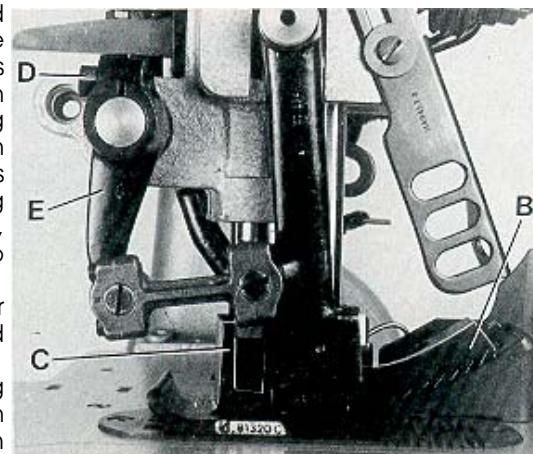

Fig.21
Assemble the upper feed dog (B, Fig. 21) and the presser foot (C). The upper feed dog (B) should not push against the front or rear end when moving in the slots of presser foot (C).
For setting the upper feed dog with respect to the slot ends in the presser foot and the tooth spaces of the lower feed dog, loosen screw (D, Fig. 21) and turn drive lever (E) accordingly to the front or rear. Retighten screw.
Montieren Sie den Obertransporteur (B, Fig. 21) und den Drückerfuß (C). Der Obertransporteur (B) darf bei seiner Bewegung in den Schlitten im Drückerfuß (C) weder vorne noch hinten anstoßen.
Zum Einstellen des Obertransporteurs in Bezug zu den Schlitzenden im Drückerfuß und zu den Zahnlücken des unteren Transporteurs lösen Sie die Schraube (D, Fig. 21) und schwenken Sie den Antriebshebel (E) entsprechend nach vorn oder hinten. Ziehen Sie die Schraube wieder an.
The motion should be set so that the rear four teeth of the upper feed dog (B, Fig. 21) remain approx. 1/3 of their height in the presser foot slots when lifting.
Die Bewegung muß so eingestellt sein, daß die hinteren vier Zähne des Obertransporteurs (B, Fig. 21) beim Abheben noch mit etwa 1/3 ihrer Höhe in den Drückerfußschlitzen sind.